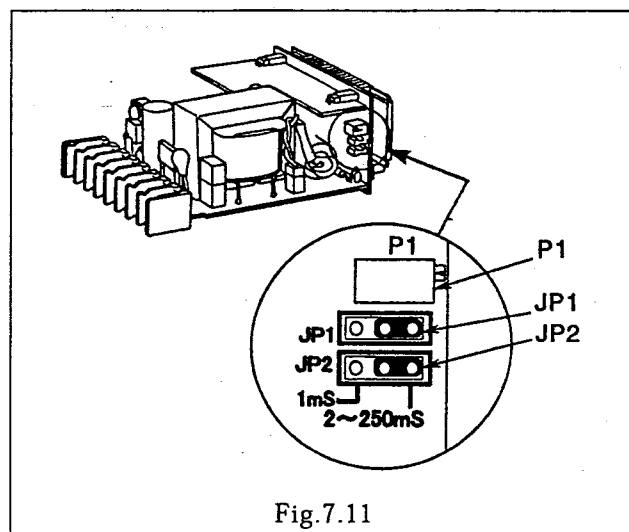
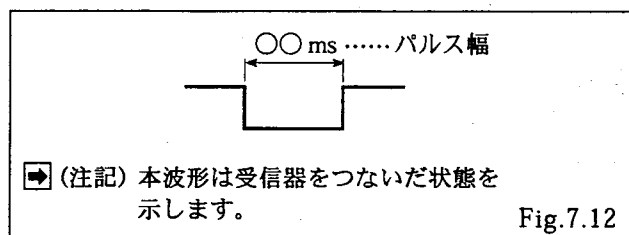

Fig.7.11
Fig.7.12
- ① 電源をOFFし、内器をケースから引き出してください。(7.4.2 参照)
- ② 表示ボード上のジャンパ JP1およびJP2 を「2~250ms」側に設定してください。
- ③ 電源をONしてください。
- ④ 入力に接続されている流量計からパルスを出力させるかパルス発生器を接続して、パルスを入力してください。
- ⑤ 端子台4-5間(PULSE OUT)にオシロスコープなど、パルス幅の測定が可能な測定器を接続してください。
- ⑥ P1ポリウムを回すことにより、パルス幅が調整できます。(Fig.7.11 および Fig.7.12 参照)